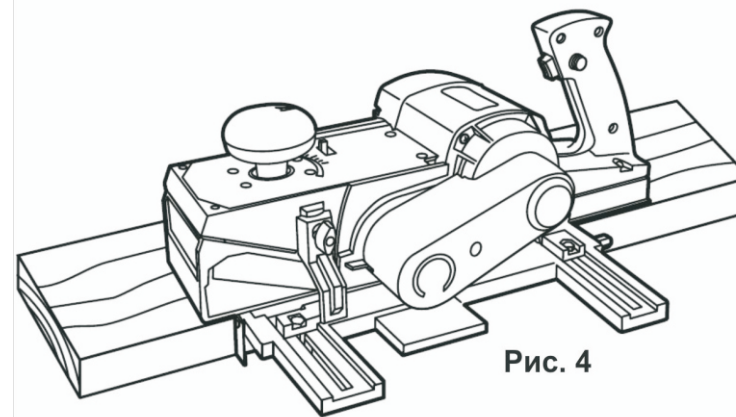

Рис. 4
- Регулировка хода направляющей происходит через регулировку фиксатора допуска направляющей (См. Рис.4)
- При ширине заготовки, близкой к ширине строгания рубанка (около 110 мм), для получения ровной, без заусенцев по краям поверхности рекомендуется использовать параллельную направляющую (упор), обеспечивающую прямолинейность движения рубанка по заготовке (См. Рис.4)